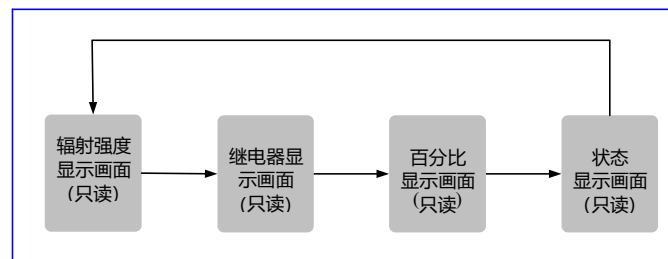

图 7 EAS 系列-S 型状态界面循环显示
- 2、触摸 Cursor (光标键) 会在图 7 所示画面循环显示；